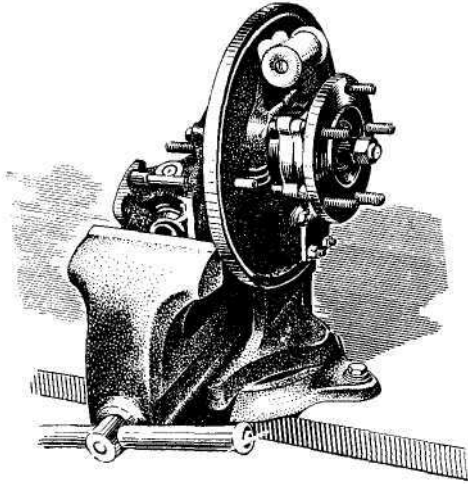

Рис. 161. Редуктор в тисках
- закрепите редуктор в тисках (рис. 161);
- установите картер в тиски, как показано на рис. 161. Вложите в картер шестерню ведомую 51 (рис. 160) выступом ступицы в сторону подшипника 2 и шестерню ведущую 24 выступом ступицы в сторону подшипника 26. Заведите конец вала вилки кардана в подшипник 26, в ведущую шестерню 24, установите кольцо 23 в щель между шестерней и подшипником 22, продвиньте вал вилки кардана в кольцо. Посадите вал до упора лёгкими ударами молотка из цветного металла по проушинам ведомой вилки. Допрессуйте подшипник 22 до плотного сжатия пакета деталей, собранных на валу ведущей шестерни;
- наденьте на шпильки пружинные шайбы, навинтите и затяните равномерно по диагонали восемь гаек (момент затяжки 1,7...1,8 кгс·м). Снимите картер с тисков. Закрепите картер в тисках, как показано на рис. 161;